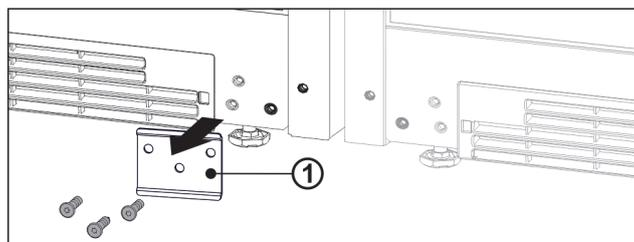

Fig. 17
- ▶ Wenn das Blech Fig. 17 (1) verbaut ist, Blech abschrauben.